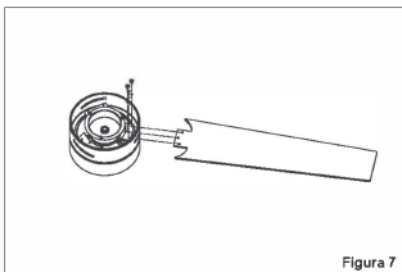

Figura 7
7. Instale las aspas del ventilador y la decoración de las aspas, alineando los orificios de las aspas y la placa con los orificios del conjunto del motor del ventilador fijados por los tornillos de fijación suministrados. (Figura 7)